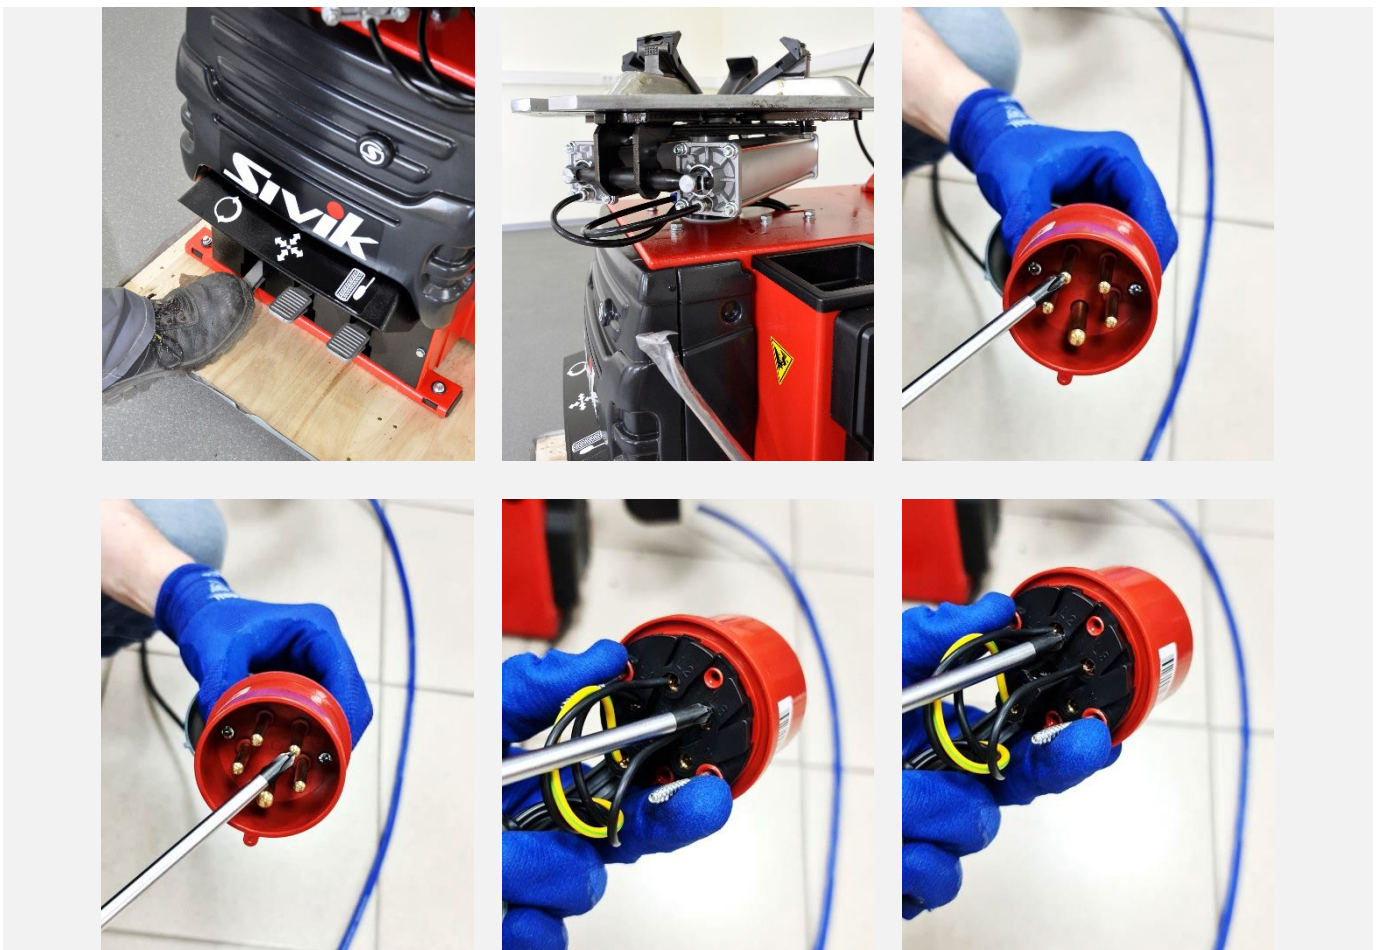

Рисунок 20
**8.2.2** Нажать педаль вращения мотора и убедиться, что поворотный стол машины вращается по часовой стрелке. Если поворотный стол вращается в обратную сторону, то необходимо поменять местами два любых фазных провода в электрической вилке (см. Рисунок 20).